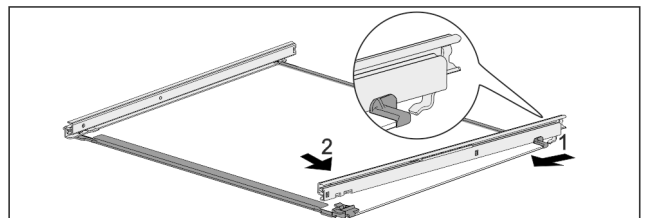

Fig. 41 Tablette en verre avec rails
- ▶ Accrocher le rail à l'arrière. Fig. 41 (1)
- ▶ Accrocher le rail à l'avant. Fig. 41 (2)